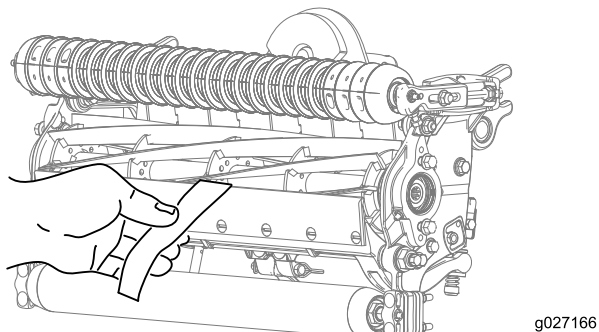

図 13
10. 切れ味確認用のペーパーToro P/N 125-5610を一枚、リールと下刃との間に、下刃に対して直角になるように差し入れて、カッティングユニットの切れ味をテストする 図 13。ゆっくりとリールを回転させるこれで紙が切れれば合格である。